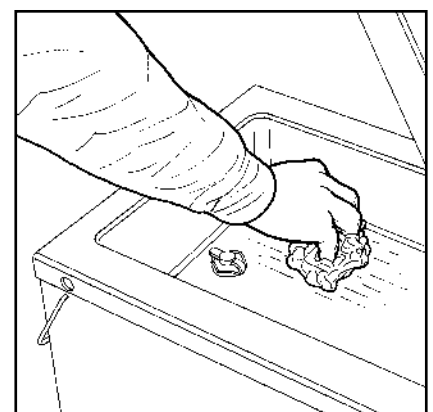

Fig. 3
- Avec un chiffon doux imbibé d'une solution détergente et/ou désinfectante, nettoyer le fond et les surfaces latérales de la chambre à vide (**Fig. 3**); une fois le nettoyage terminé, pour le remontage suivre l'ordre inverse.